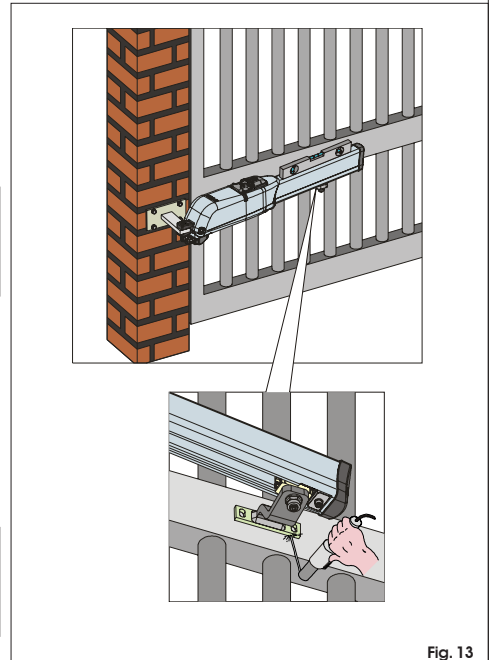

Fig. 13
6) Sluit de vleugel en zoek het bevestigingspunt van de voorste beugel op terwijl u de aandrijving perfect horizontaal houdt (fig.13).
7) Bevestig de voorste beugel voorlopig met twee laspunten (fig.13).